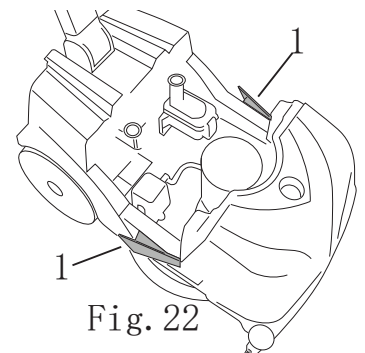

Fig. 22
- 按下两个水箱锁定侧杆（图22，编号1），从底盘上取下污水水箱并将其放在地板上。